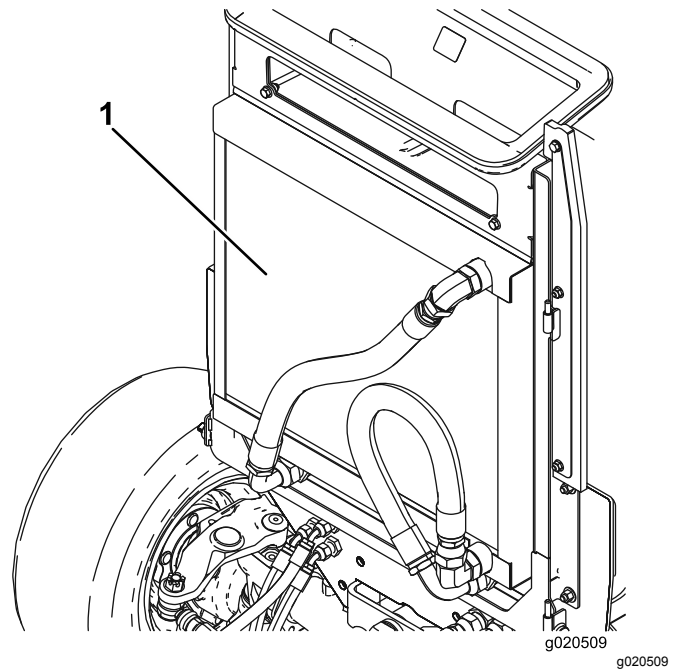

Figura 76
3. Limpie a fondo ambos lados del enfriador de aceite y del radiador (Figura 76) con aire comprimido. Empezando en la parte delantera, sople los residuos hacia la parte trasera. Luego, limpie desde atrás, soplando los residuos hacia adelante. Repita este procedimiento varias veces hasta eliminar todos los residuos.